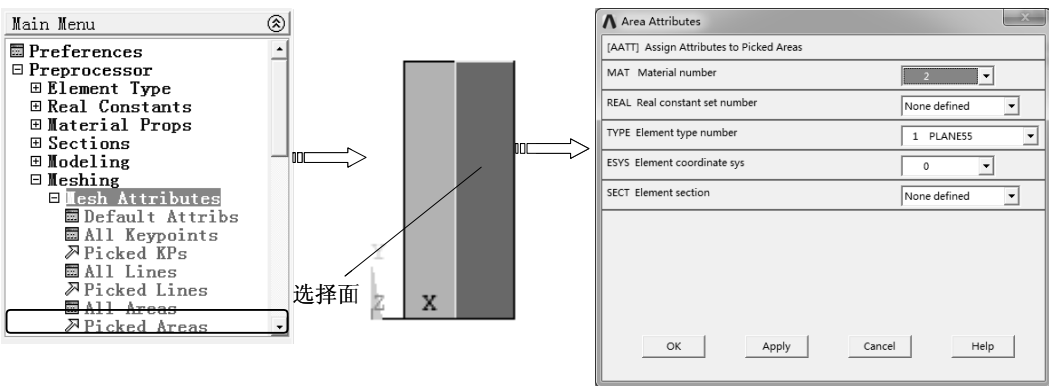

图 8-60 设置面单元属性
2) 选择 “Main Menu>Preprocessor>Meshing>Mesh Attributes>Picked Areas” 命令，弹出 “Area Attributes” 对话框，拾取最右侧的 1 个面，单击 “OK” 按钮，弹出 “Area Attributes” 对话框，在 “Material number” 下拉列表中选择 “2”，单击 “OK” 按钮完成面单元属性的设置，如图 8-60 所示。